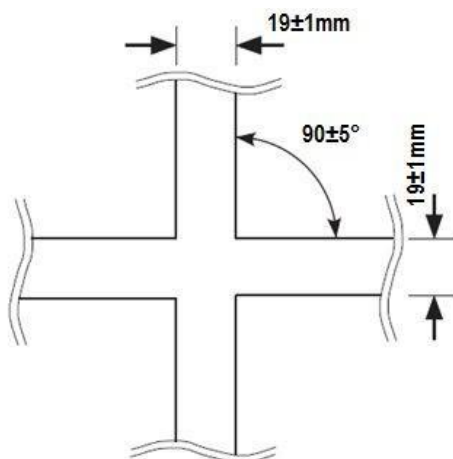

Figura 1: ângulo do cruzamento e espessura da linha.
4.6 Quando houver um cruzamento, o ângulo de intersecção das linhas será de $90 \pm 5^\circ$ (vide figura 1). As partes das linhas 250 mm antes e 250 mm depois do cruzamento serão retas.